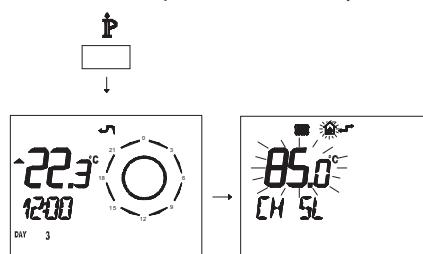

Рисунок 5.32
Графики зависимости температуры от изменений, внесенных посредством кнопок 13 и 14, при коэффициенте **K 1,5**, представляет Рисунок 5.32.
- Нажмите и удерживайте 3 секунды кнопку **P**, чтобы войти в режим **INFO** (Рисунок 5.32).